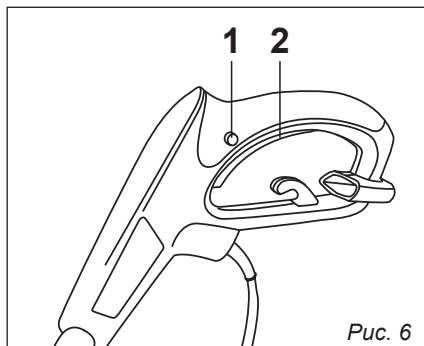

Рис. 6
2. Нажмите на выключатель (2), чтобы запустить устройство, затем отпустите кнопку блокировки, *рис. 6*.